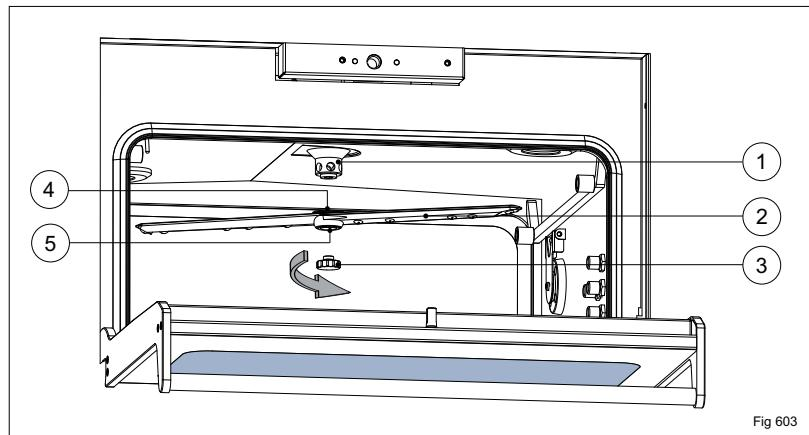

Fig 603
- ▶ Gleitschraube (Fig. 603 Pos.3) lösen und abnehmen